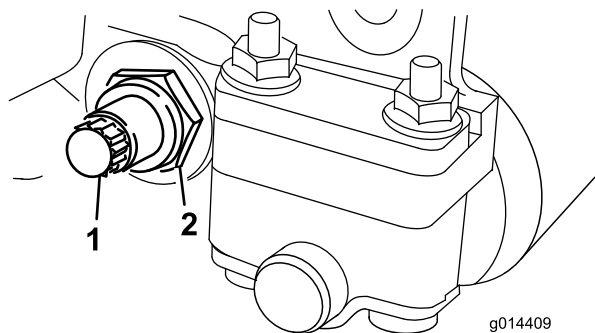
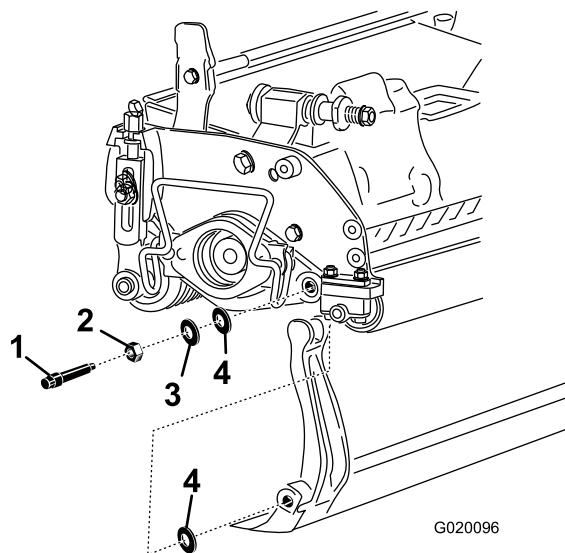

Рисунок 14
Рисунок 15
3. С каждой стороны машины ослабьте контргайку, крепящую болт планки неподвижного ножа (Рисунок 14).
4. Удалите все болты планки неподвижного ножа, потяните планку вниз и отсоедините ее от машинного болта (Рисунок 14). На каждом конце планки неподвижного ножа должно быть по две нейлоновых шайбы и одна шайба из штампованной стали (Рисунок 15).
2. Прикрепите планку неподвижного ножа к боковым пластинам с помощью двух болтов планки неподвижного ножа, контргайки (гаек на болтах) и 6 шайб. Установите нейлоновую шайбу с каждой стороны втулки боковой пластины. Установите стальные шайбы поверх нейлоновых на внешних сторонах пластин (Рисунок 15).
4. Затяните контргайки одинаково с обеих сторон до такой степени, чтобы стальные шайбы нельзя было повернуть вручную (Рисунок 15).